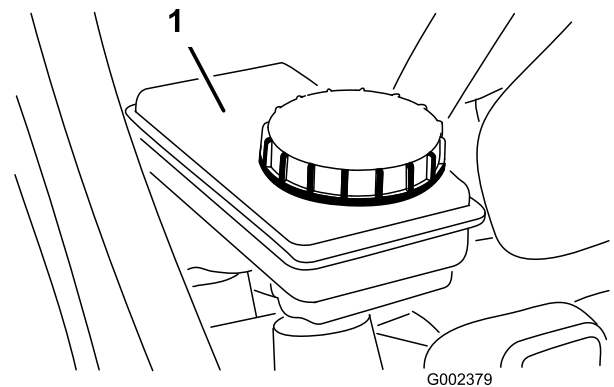

Figura 21
2. Il livello del fluido deve raggiungere la linea di pieno sul serbatoio (Figura 21).